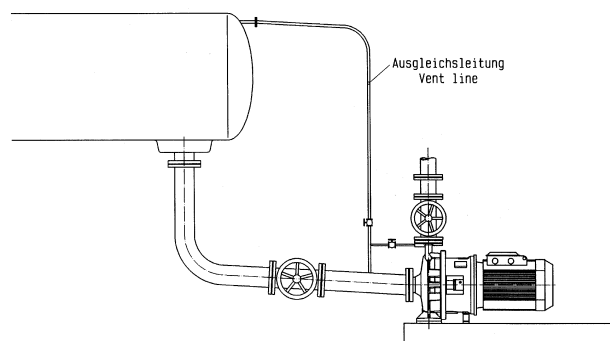

Рис. 3
- Дополнительное соединение *напорного* патрубка насоса с описанным *выше* вентилирующим трубопроводом (Рис. 3) облегчит удаление воздуха из насоса перед пуском;